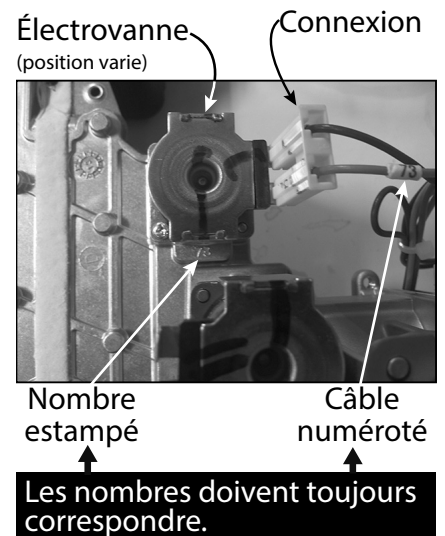

Figure 46
- 3.1 Faites correspondre le numéro imprimé sur le fil au numéro correspondant qui est estampillé sur chaque électrovanne, voir Figure 46.